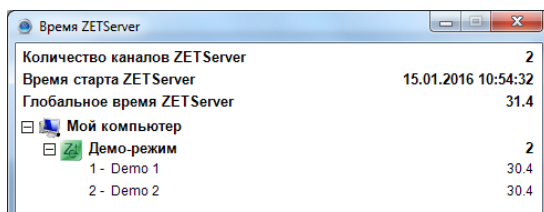

Рис. 2.1 Пример окна «Время ZETServer» до момента пока программное обеспечение не обнаружило подключенных устройств
- включить компьютер и, дождавшись завершения загрузки операционной системы, запустить программное обеспечение ZETLAB, активировав соответствующий ярлык программы (расположенный на рабочем столе монитора), после чего на панели ZETLAB в меню «СЕРВИСНЫЕ» выбрать программу «Время ZETServer» (Рис. 2.1).